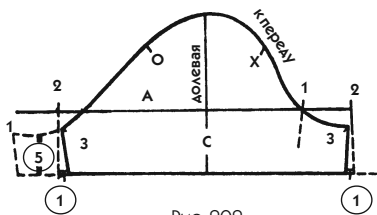

Рис. 202
Поскольку речь идет о цельнокроеном рукаве, начертите окат базового рукава. Затем скопируйте чертеж на лист бумаги (рис. 202), четко обозначив концы линии, засечки для посадки, линии С и А.
3. Из точек 2 опустите перпендикуляры до пересечения с линией низа, определяющие ширину рукава. От полученных точек отложите внутрь по 1 см и проведите наклонные линии к точкам 2 (на рис. 202 цифры 1 обведены кружком). На пересечении этих линий с линией оката поставьте точки 3. Припуск по низу рукава составляет 4 см ( $29 + 4 = 33$  см).
4. На рис. 202 часть оката, отнятая сзади, показана спереди. Речь не идет о том, чтобы убрать кусок сзади, чтобы прибавить его спереди. Вот как следует поступить: